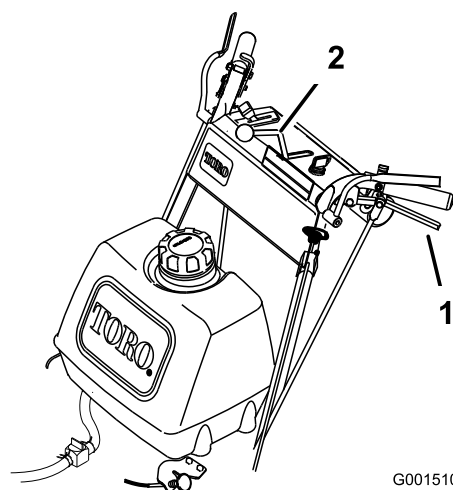

Figure 13
4. Relâchez lentement les leviers de déplacement pour avancer (Figure 13).
Pour avancer en ligne droite, relâchez les leviers de déplacement également (Figure 13).
Pour tourner, serrez le levier de déplacement du côté vers lequel vous voulez tourner (Figure 13).
À partir de la position point mort, serrez lentement les leviers de déplacement pour faire marche arrière (Figure 13).